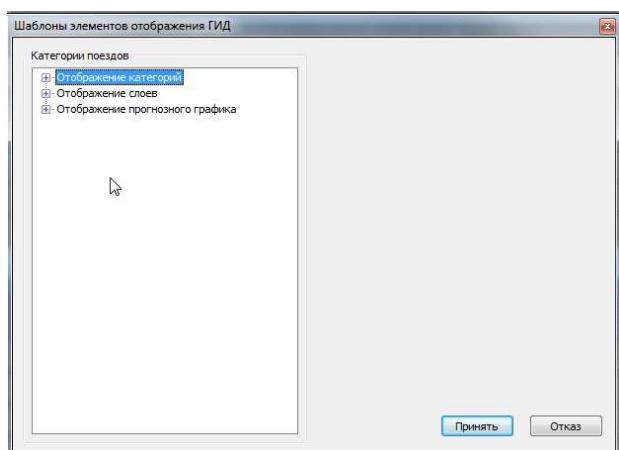

Рис.345.Разделы «Отображение категорий», «Отображение слов» и отображение прогнозного графика закрыты.
- щелкните по кнопкам «+» «-» для раскрытия/закрытия разделов (см. рис. 345)